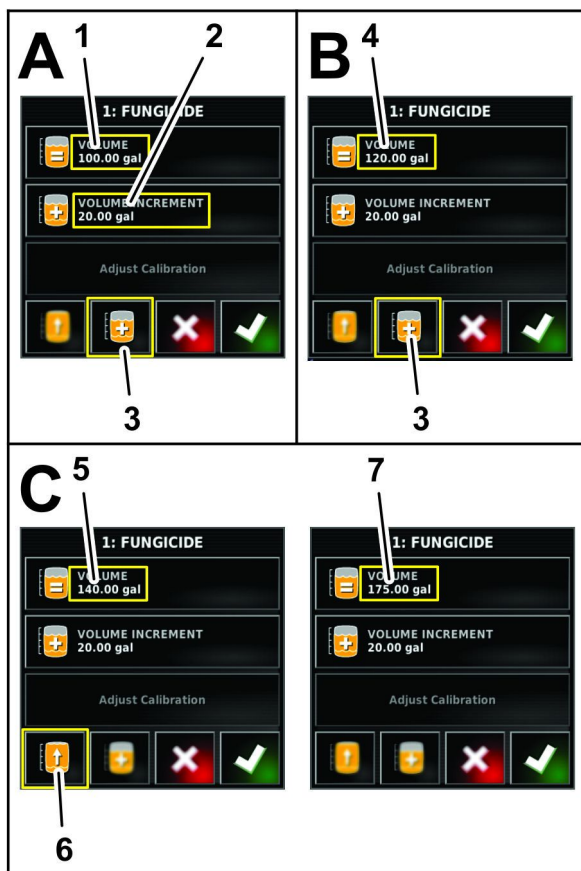

Figura 40
4. Se dovete aggiungere in modo graduale dei prodotti chimici all'acqua, premete l'icona INCREMENTO DI VOLUME (Figura 40).
5. Con il tastierino numerico a video inserite l'incremento del volume del prodotto (per esempio dei prodotti chimici all'acqua) che aggiungerete all'acqua, quindi premete l'icona di Conferma (Figura 40).
6. Se dovete aggiungere in incremento dei prodotti chimici all'acqua, aggiungete il prodotto nel serbatoio e premete l'icona QUANTITÀ DI INCREMENTO DEL PRODOTTO (Figura 40).
7. Se dovete mescolare più prodotti, ripetete il passaggio 6 come necessario (Figura 40).
Nota: Se dovete riempire il serbatoio fino alla sua capienza con un prodotto o acqua, potete premere l'icona RIEMPIMENTO FINO ALLA CAPIENZA DEL SERBATOIO (Figura 40).